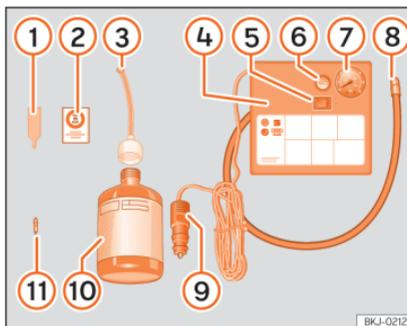

Abb. 41 Prinzipdarstellung: Bestandteile des Pannensets.
Das Pannenset befindet sich im Gepäckraum unter dem Bodenbelag. Es besteht aus folgenden Bestandteilen » Abb. 41:
- Ventilkappe und Ventileinsatz vom Reifenventil abschrauben. Verwenden Sie den Ventileinsatzdreher » Abb. 41 1 zum Heraus-schrauben des Ventileinsatzes. Legen Sie den Ventileinsatz auf einem sauberen Untergrund ab.
- Reifendichtungsmittelflasche kräftig schütteln » Abb. 41 10.
- Schrauben Sie den Einfüllschlauch »» **Abb. 41 ③** auf die Dichtmittelflasche. Die Folie am Verschluss wird automatisch durchstoßen.
- Verschlussstopfen vom Einfüllschlauch »» **Abb. 41 ③** entfernen und das offene Ende ganz auf das Reifenventil stecken.
- Ventileinsatz mit dem Ventileinsatzdreher »» **Abb. 41 ①** wieder in das Reifenventil schrauben.
- Reifenfüllschlauch »» **Abb. 41 ⑧** des Luftkompressors fest auf das Reifenventil schrauben.
- Prüfen, ob die Luftablassschraube »» **Abb. 41 ⑥** zuge dreht ist.
- Stecker »» **Abb. 41 ⑨** in die 12 Volt-Steckdose des Fahrzeugs stecken »» **Seite 172**.
- Luftkompressor mit dem EIN- und AUS-Schalter »» **Abb. 41 ⑤** einschalten.
- Kleben Sie den Aufkleber »» **Abb. 41 ②** im Sichtfeld des Fahrers auf das Kombi-Instrument.
Den Reifenfüllschlauch »» **Abb. 41 ⑤** wieder anschließen und den Reifenfülldruck an der Reifenfülldruckanzeige **⑥** ablesen.